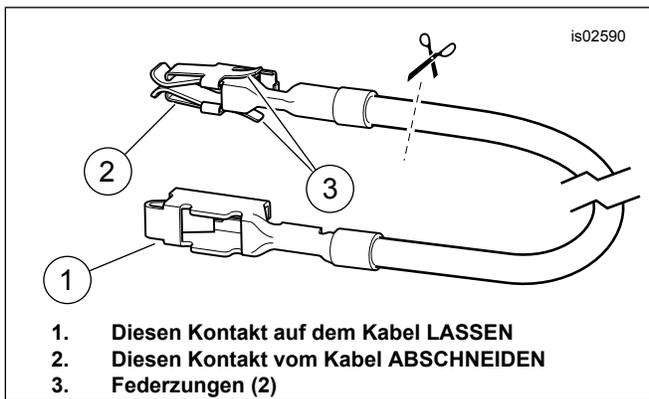
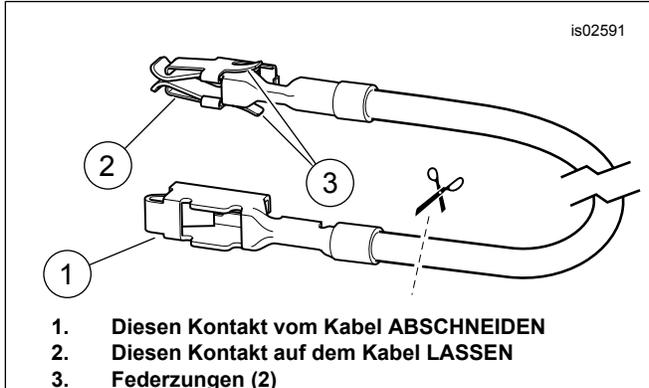
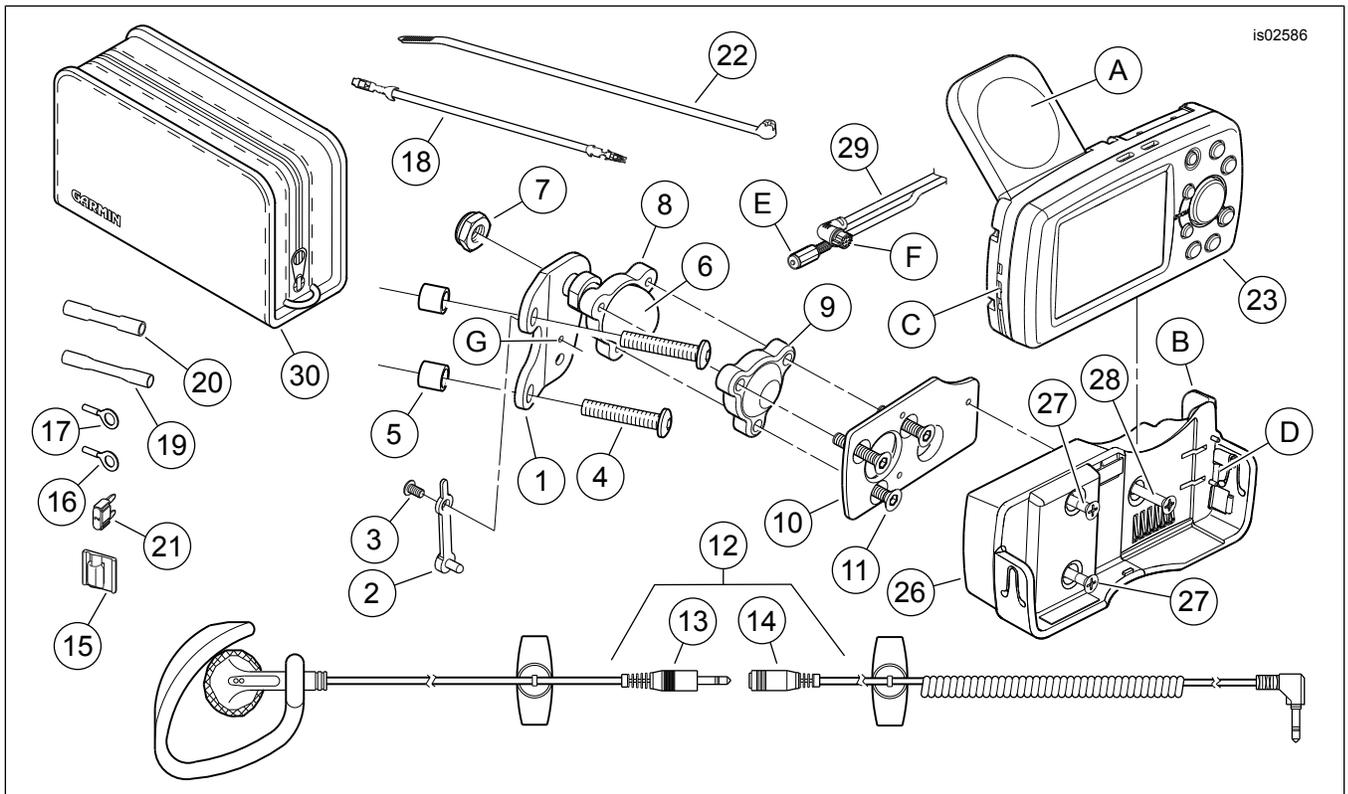

Abbildung 2. Sicherungsblock-Adapterkabel (FL Touring-Modelle von 2004 bis 2006) (FL Touring-Modelle ab 2008)
Abbildung 3. Sicherungsblock-Adapterkabel (FL Touring-Modelle von 2007)
Abbildung 4. Ersatzteile, Reise-Befestigungs- und GPS-Sätze
- d. Überlänge des roten Kabels **am Road Tech Quest-Kabelbaum** abschneiden. Das in Schritt 4c eingebaute orange/weiße Adapterkabel muss noch leicht zu erreichen sein. Auf den Warnhinweis nach Schritt 3 und den Abschnitt VERSIEGELTE STOSSVERBINDER im Werkstatthandbuch Bezug nehmen. Mit dem **blauen** Stoßverbinder (20) aus dem Satz das rote Kabel des Road Tech Quest-Kabelbaums mit dem orange/weißen Adapterkabel verspleißen.
- e. Siehe Abbildung 4. Eine der 2-A-Sicherungen (21) aus dem Teilesatz in den Sicherungshohlraum „OPEN“ einsetzen, um den Stromkreis zu schließen.
- e. Überlänge des roten Kabels **am Road Tech Quest-Kabelbaum** abschneiden. Das in Schritt 5d eingebaute orange/weiße Adapterkabel muss noch leicht zu erreichen sein. Auf den Warnhinweis nach Schritt 3 und den Abschnitt VERSIEGELTE STOSSVERBINDER im Werkstatthandbuch Bezug nehmen. Mit dem **blauen** Stoßverbinder (20) aus dem Satz das rote Kabel des Road Tech Quest-Kabelbaums mit dem orange/weißen Adapterkabel verspleißen.
- f. Siehe Abbildung 4. Eine der 2-A-Sicherungen (21) aus dem Teilesatz in den Sicherungshohlraum „P&A IGN“ einsetzen, um den Stromkreis zu schließen.
- c. Das orange/weiße Sicherungsblock-Adapterkabel (18) aus dem Satz bereitlegen. **Für Modelle von 2004 bis 2006, und für Modelle ab 2008:** Den Kontakt an beiden Enden notieren (siehe Abbildung 2 ). Nur der Kontakt **OHNE die Federungen** passt in den Sicherungshohlraum. Den Kontakt **MIT** Federungen sorgfältig vom Kabel abschneiden und entsorgen. **Nur für 2007 Modelle:** Den Kontakt an beiden Enden notieren (siehe Abbildung 3 ). Nur der Kontakt **MIT den Federungen** passt in den Sicherungshohlraum. Den Kontakt **OHNE** Federungen sorgfältig vom Kabel abschneiden und entsorgen.
- f. Überlänge des roten Kabels **am Road Tech Quest-Kabelbaum** abschneiden. Das in Schritt 6e eingebaute orange/weiße Adapterkabel muss noch leicht zu erreichen sein. Auf den Warnhinweis nach Schritt 3 und den Abschnitt VERSIEGELTE STOSSVERBINDER im Werkstatthandbuch Bezug nehmen. Mit dem **blauen** Stoßverbinder (20) aus dem Satz das rote Kabel des Road Tech Quest-Kabelbaums mit dem orange/weißen Adapterkabel verspleißen.
- g. Siehe Abbildung 4. Eine der 2-A-Sicherungen (21) aus dem Teilesatz in den Sicherungshohlraum „P&A IGN“ einsetzen, um den Stromkreis zu schließen. Die in Schritt 6d ausgebauten Sicherungen wieder in die korrekten Hohlräume einsetzen.
- d. Siehe Abbildung 4. Auf den Warnhinweis nach Schritt 3 und den Abschnitt **VERSIEGELTE STOSSVERBINDER** im Werkstatthandbuch Bezug nehmen. Das rote Kabel mit dem **roten Stoßverbinder** (19) aus dem Satz mit den orange/weißen Kabeln aus Schritt 7b verspleißen.
8. **Alle Modelle:** Die Abdeckung des Sicherungshalters auf dem Road Tech Quest-Kabelbaum öffnen. Die verbleibende 2-A-Sicherung (21) aus dem Teilesatz in den Sicherungshalter einsetzen, und Abdeckung schließen.